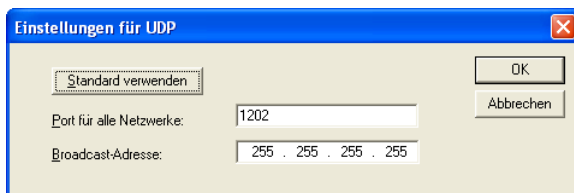

Abb. 6-3: Netzwerkvariablen, UDP-Einstellungen
- Klicken Sie auf den Button *Netzwerkverbindung hinzufügen* und wählen Sie als Netzwerktyp *UDP*. Klicken Sie dann auf den Button *Einstellungen*, um die UDP-Eigenschaften zu konfigurieren. Im erscheinenden Dialog tragen Sie die IP-Adresse und die UDP-Portnummer für diese Liste ein (Abb. 6-3).